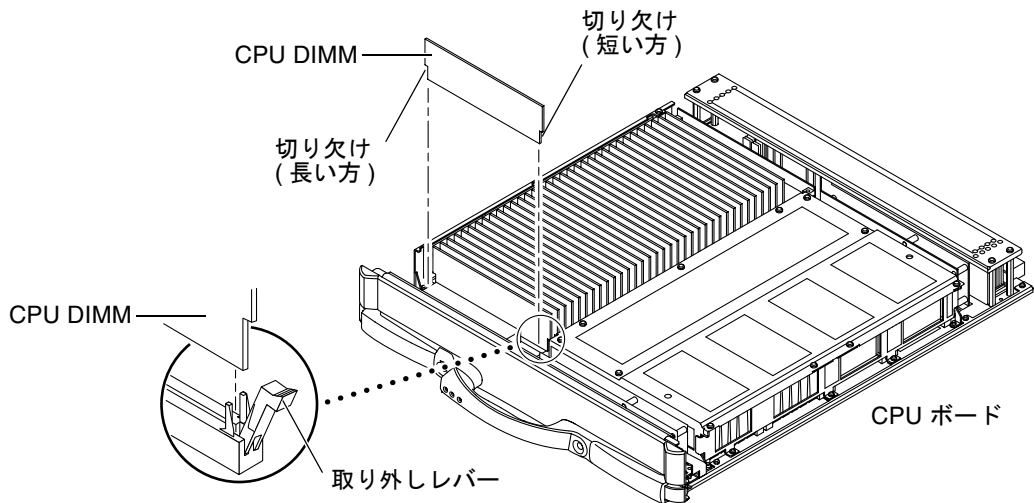

図 8-4 CPU DIMM の取り外し
4. 図 8-4 に示すように、DIMM コネクタの両側の取り外しレバーを押し下げて、障害が発生した CPU DIMM を取り出します。
4. CPU DIMM の短い方の切り欠けと長い方の切り欠けを、それぞれ DIMM コネクタの短い方および長い方に合わせます (図 8-4)。